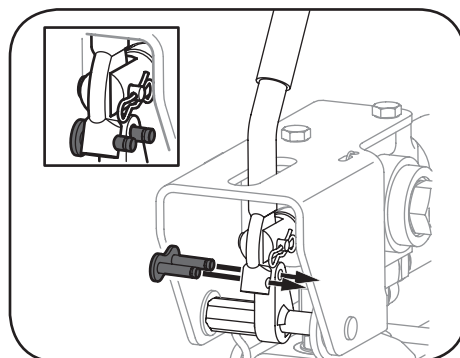

Figura 3-3
4. Instale el conector de la manija. Vea la Figura 3-3.